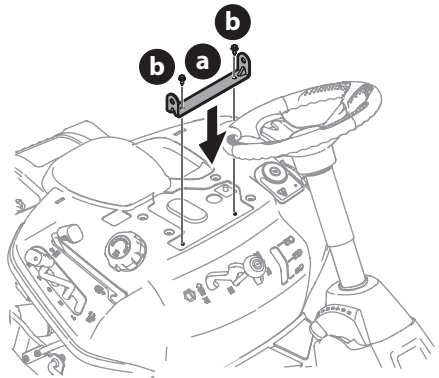

Figura 9
3. Alinee el soporte del asiento (a) en su lugar sobre los orificios de los pernos autorroscantes (b) que extrajeron (Figura 9).
4. Con una llave de trinquete de 1/4" con una llave de 3/8", sujete el soporte del asiento (a) con los pernos autorroscantes (b) que se extrajeron en el paso 2 (Figura 9).